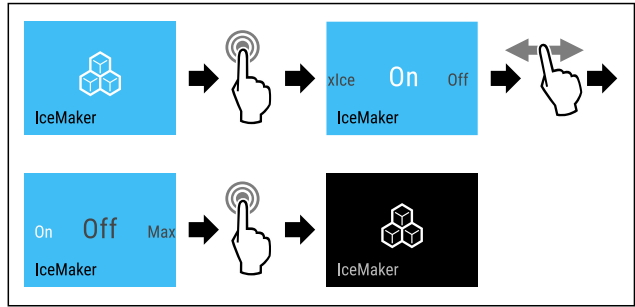

Fig. 20 Ілюстрація активованої функції IceMaker (наведено як приклад)
- ▶ Провести етапи операцій (див. Fig. 20).